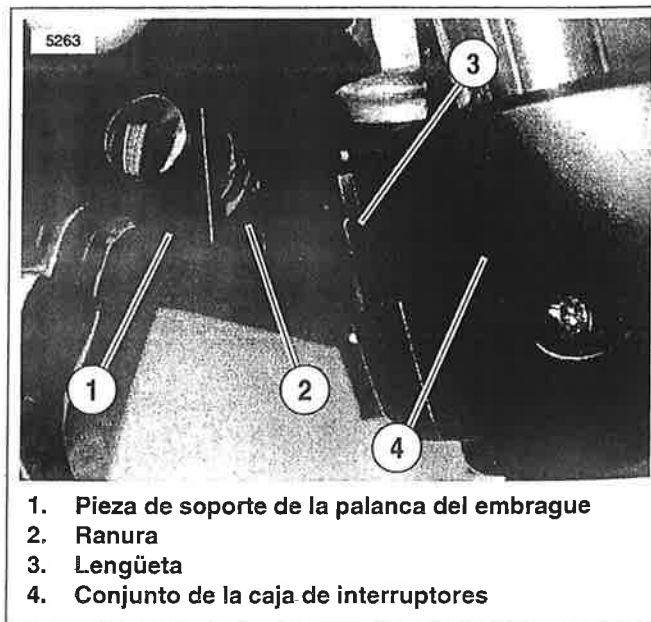

Figura 7-56. Ajuste de la pieza de soporte de la palanca de embrague en las cajas de interruptores del manillar izquierdo
5. Vea la Figura 7-56. Coloque el conjunto de la palanca manual del embrague en el lado de adentro del montaje de la caja de interruptores, engancho la lengüeta (3) de la caja inferior de interruptores en la ranura (2) en el lado inferior de la pieza de soporte de la palanca del embrague.